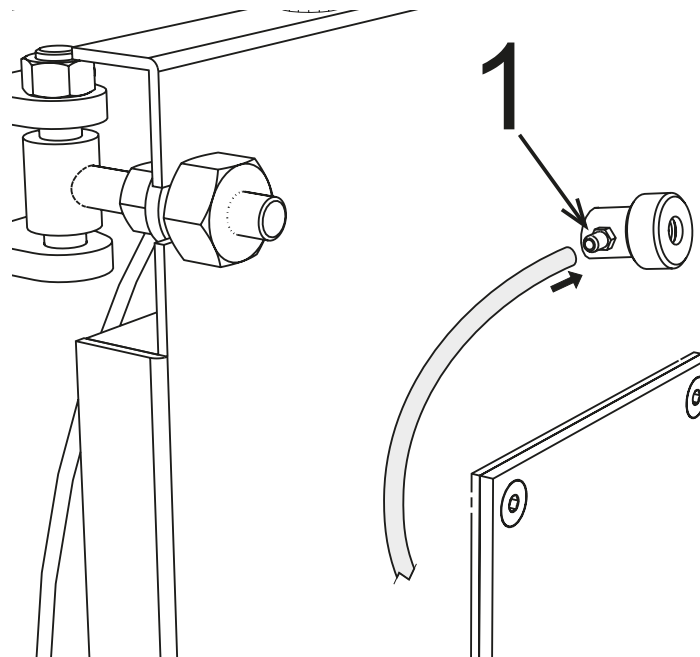

Fig. 16
El piloto de control de llama está dotado de una toma de presión (ref. 1 - Fig. 16) que se conecta mediante un tubo de silicona (no incluido) o de cobre a la toma en el quemador. Esta operación permite al aire soplado por el ventilador enfriar el vidrio del piloto e impedir el ennegrecimiento. Si el tubo no se conecta al piloto, el vidrio de control se podría romper.